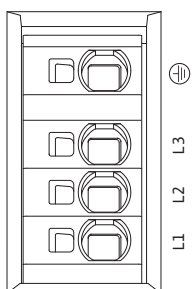

Fig. 31: Клеми живлення (клеми підключення до мережі)
- Клеми живлення (клеми підключення до мережі) (Fig. 31)